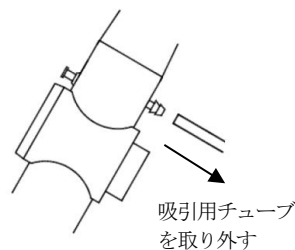

図 1
- 1) 内視鏡の吸引口金 (図 1) に差し込んでいる吸引用チューブを取り外す。